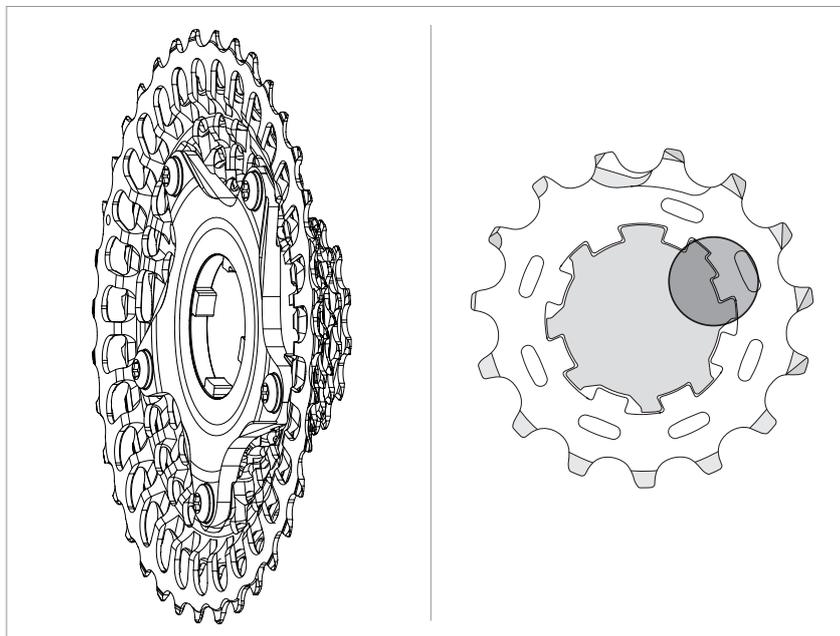

Fig.2
• Introduzca el grupo de piñones más grandes en el núcleo, de manera que coincidan las ranuras (Fig. 2).
El perfil del núcleo con dos ranuras asimétricas (Fig. 2) hace que la puesta en fase de los piñones sea automática, ya que solo hay una manera posible de montarlos.